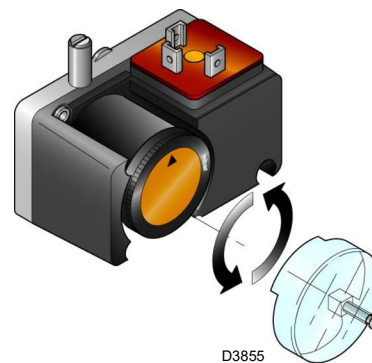

Fig. 30
- Régler le pressostat pour le contrôle d'étanchéité (Kit PVP) (Fig. 30 à la page 32), si présent, conformément aux instructions fournies avec le kit.
Régler le pressostat pour le contrôle d'étanchéité (Kit PVP) (Fig. 30) si présent, conformément aux instructions fournies avec le kit.